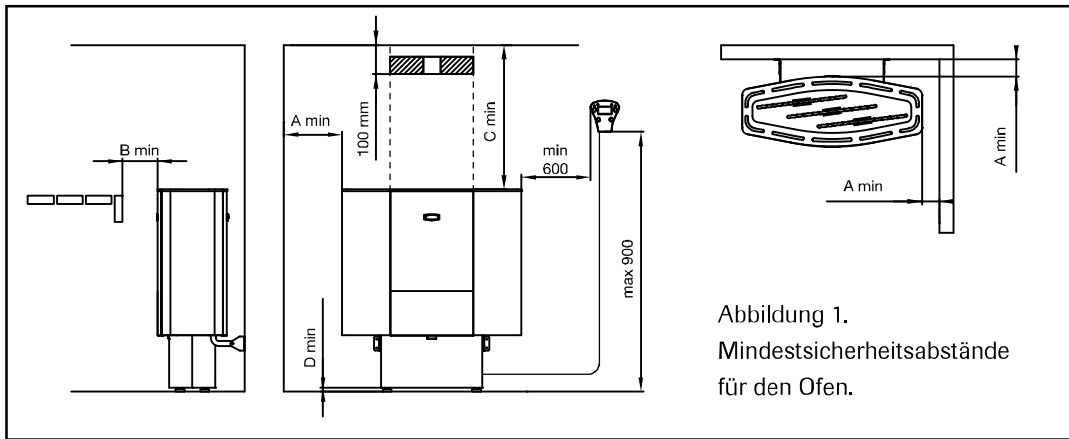

Abbildung 1.
**) Siehe Abbildung 1
- Bringen Sie den Temperaturfühler im Bereich, wie in Abb. 1 gezeigt, an. 100 mm von der Decke.
- In der Sauna sind die maximale Anbringungshöhe der Steuereinheit 90 cm und der Mindestabstand zum Saunaofen 60 cm (siehe Abb. 1).